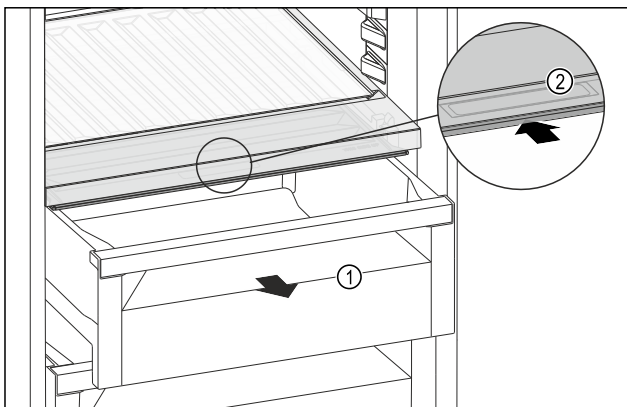

Fig. 171
- ▶ Extraer el compartimento Fig. 171 (1).
- ▶ Agarrar el tirador empotrado Fig. 171 (2) en la tapa del compartimento y tirar de la tapa del compartimento hacia atrás al mismo tiempo.